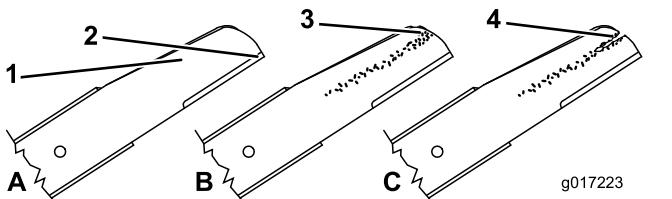

Figura 39
1. Inspeccione los filos de corte (Figura 39). Si los filos de corte no están afilados o tienen muescas, retire las cuchillas y haga que las afilen o cámbielas.
2. Inspeccione las cuchillas, especialmente la parte curva (Figura 39). Si observa cualquier daño o desgaste, o la formación de una ranura en esta zona, cambie la cuchilla inmediatamente por una cuchilla nueva.